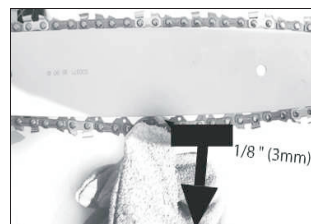
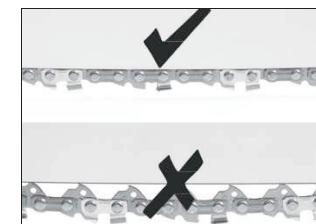

Bild 19A
Bild 19B
c) Kontrollera sågkedjans spänning med motorsågen på en fast yta. Spänningen är korrekt när kedjan snäpper tillbaka efter att ha dragits 1/8 tum (3 mm) bort från svärdet med lätt kraft från långfingeren och tummen som visas i bilden (Bild 19A). Det ska inte finnas någon "häng" mellan svärdet och kedjan på undersidan, som visas i bilden. (Bild 19B)